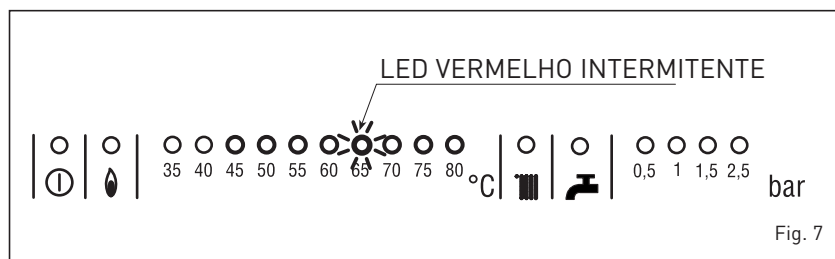

Fig. 7
– **Outras anomalias** (fig. 7)